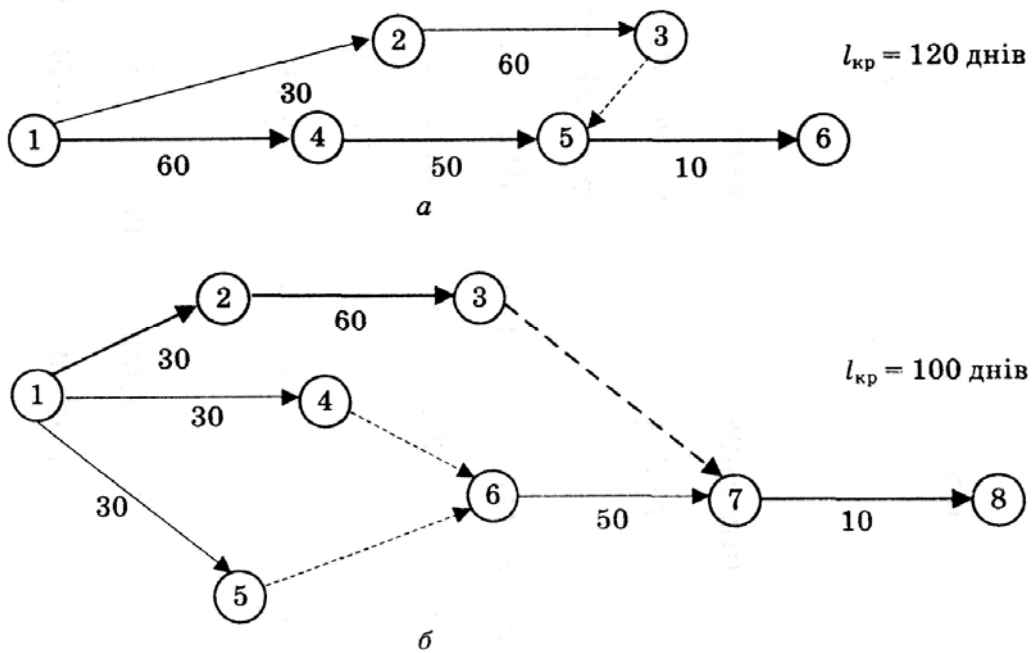

Рис. 1.4 – Коректування сіткового графіка шляхом паралельного виконання робіт із введенням додаткових ресурсів: *a* – до коректування; *б* – після коректування
3. Введення додаткових ресурсів для паралельного виконання робіт (рис. 1.4).